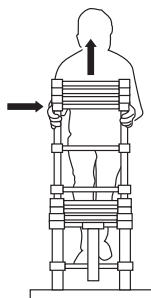

Fig. 1
4. Utilize as duas mãos para segurar o degrau correspondente à altura pretendida (Fig. 1) e levante-o até que os pinos de bloqueio encaixem na devida posição (Diagrama 2 para o primeiro degrau. Diagrama 5 para os restantes degraus).